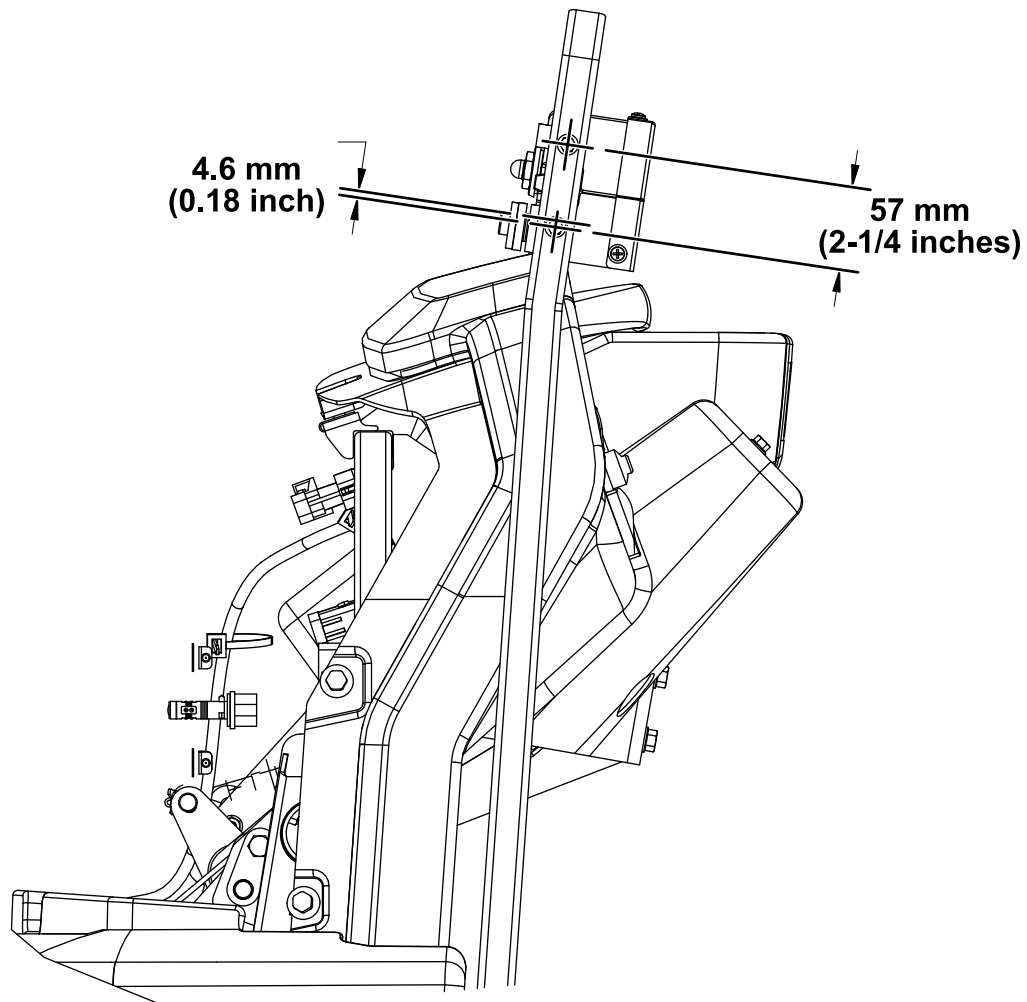

Figura 4
1. Mida hacia abajo 4,6 mm desde el taladro existente (9,9 mm) en el tubo de soporte del toldo (Figura 4).
2. Perfore el primer taladro (7,1 mm) en el tubo de soporte del toldo (Figura 4).
3. Mida 57 mm hacia arriba desde el taladro que ha perforado y perfore el segundo taladro (7,1 mm) en el tubo de soporte del toldo (Figura 4).